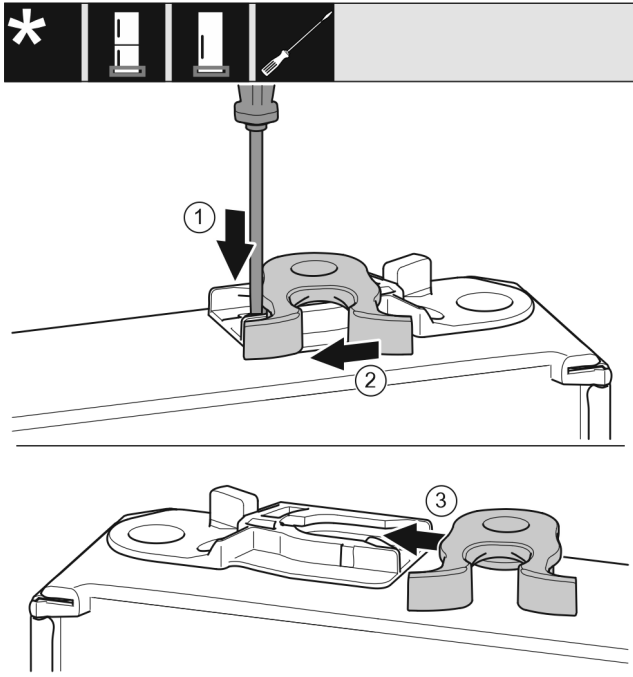

Fig. 20
- Pousser la languette Fig. 20 (1) vers le bas avec un tournevis plat.
- Retirer la gâche Fig. 20 (2) du guide.
- Pousser la gâche Fig. 20 (3) de l'autre côté dans le guide.